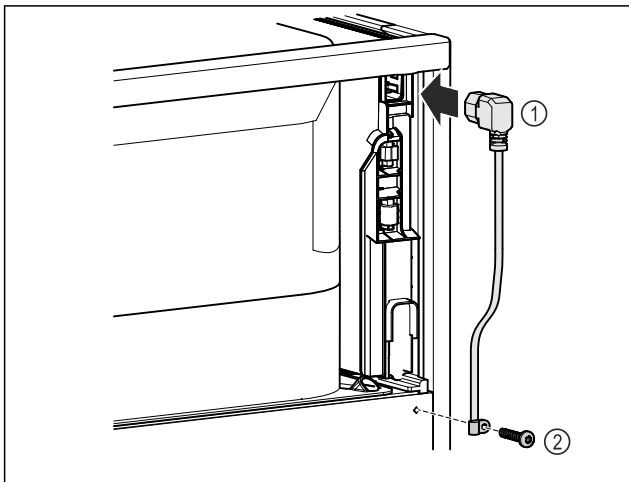

Fig. 13
- ▶ Включете буксата за свързване на уреди с ниска мощност на захранващия кабел Fig. 13 (1) от задната страна на уреда.
- ▶ Монтирате кабелната муфта Fig. 13 (2)